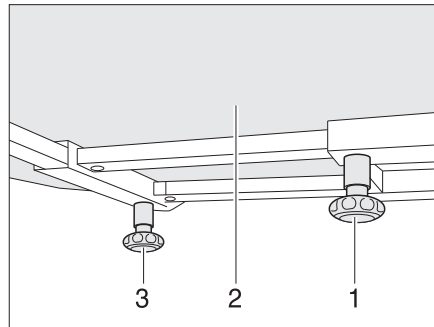

Bild 95 Fast bord
- Lossa den räfflade skruven (Bild 95,1).
- Förskjut bordsskivan (Bild 95,2) till önskad position.
- Lossa den räfflade skruven (Bild 95,3).